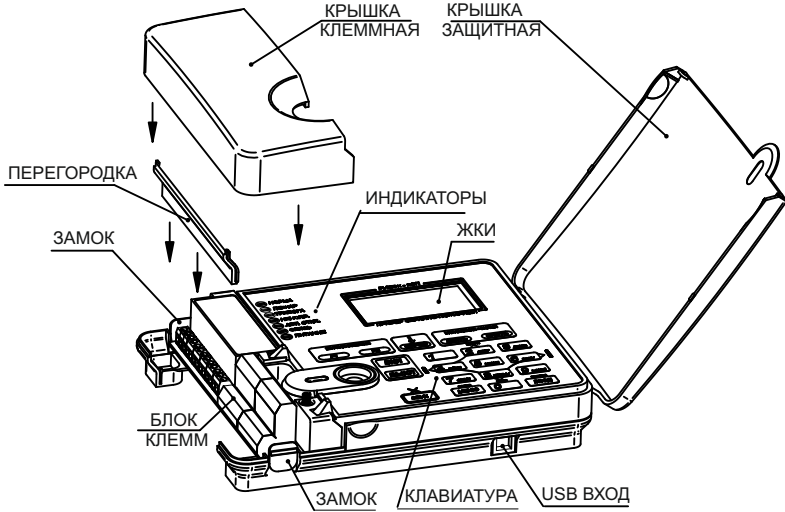

Рисунок 2. Основные элементы.
2. Открыть защитную крышку (см. рисунок 2).